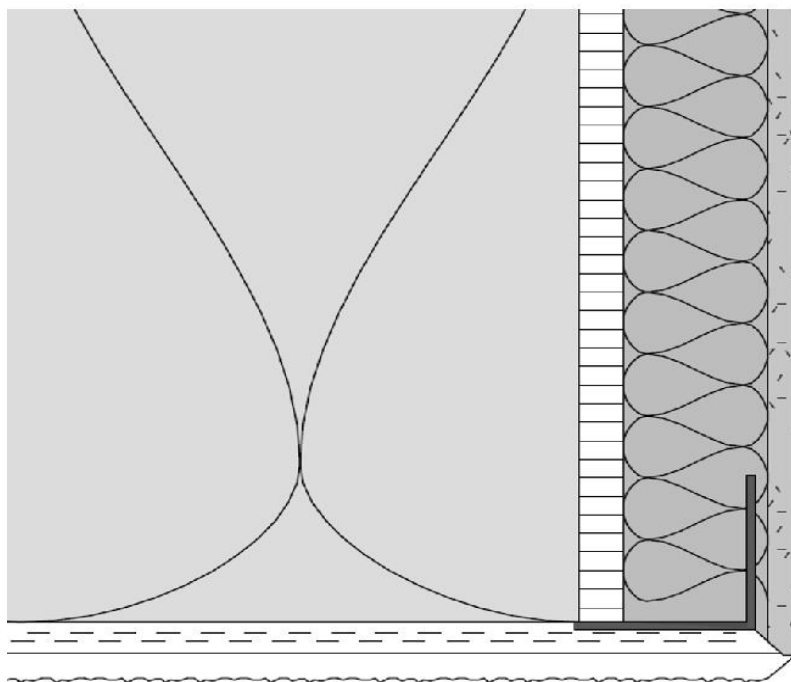

Figura 1: Posizionamento dell'elemento a filo con il materiale isolante in facciata
- Vedere figura 1 nella scheda tecnica di StoProfile Pronto V (montante verticale b).